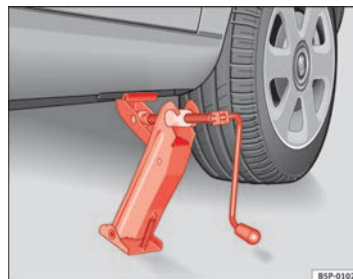

Fig. 177 Colocación del gato
- Posicione el gato de modo que su garra envuelva el nervio del larguero inferior y que la placa base móvil se apoye plana sobre el suelo ⇒ fig. 177.